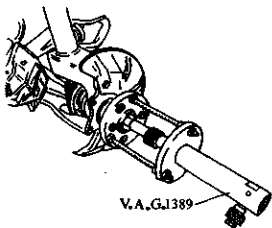

图 3-139 拉出传动轴
10) 向下撤压前悬架下摇臂, 从车轮轴承壳内拉出传动轴; 或利用两个固定车轮凸缘上的螺孔, 将压力装置 V. A. G1389 固定在轮毂上, 用液压装置从轮毂中拉出传动轴, 如图 3-139 所示。拆下传动轴后, 卸下压力装置。